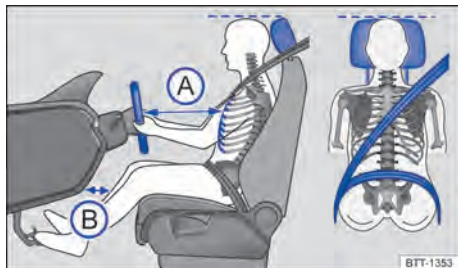

Fig. 19 Distância correta do condutor em relação ao volante, posição correta do cadarço do cinto de segurança e ajuste correto do apoio para cabeça.
- Ajustar o banco de modo que a distância entre o volante e o tórax tenha no mínimo 25 cm → Fig. 19 (A) e que o condutor possa segurar o volante pela borda externa com as duas mãos e os braços ligeiramente flexionados.
- Ajustar o banco do condutor na direção longitudinal de modo que os pedais possam ser acionados com as pernas ligeiramente arqueadas e a distância para o painel de instrumentos na área do joelho seja de, no mínimo, 10 cm → Fig. 19 (B).
- Ajustar o apoio para cabeça de modo que a sua borda superior se encontre preferencialmente na mesma linha da parte superior da cabeça → Fig. 19 – porém não abaixo da altura dos olhos. Posicionar a parte posterior da cabeça o mais perto possível do apoio para cabeça.